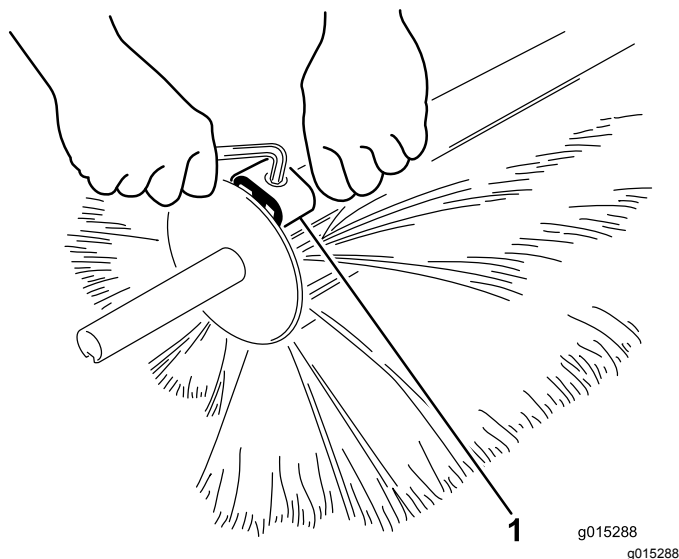

Bild 29
3. Lösen Sie die Klemmen mit einem Inbusschlüssel und nehmen Sie die Bürstenhälften ab (**Bild 29**).